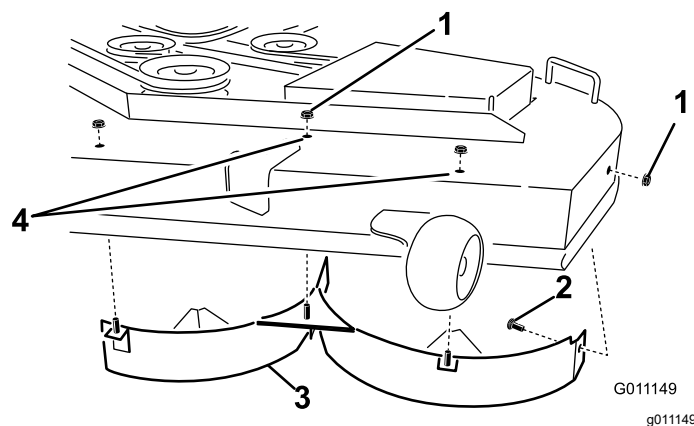

Рисунок 13
4. Отверните 2 контргайки (5/16 дюйма) от приваренных стержней левого дефлектора в верхней части деки газонокосилки в среднем положении и слева от среднего положения (Рисунок 13).
6. Снимите левый дефлектор с деки газонокосилки, как показано на Рисунок 13.